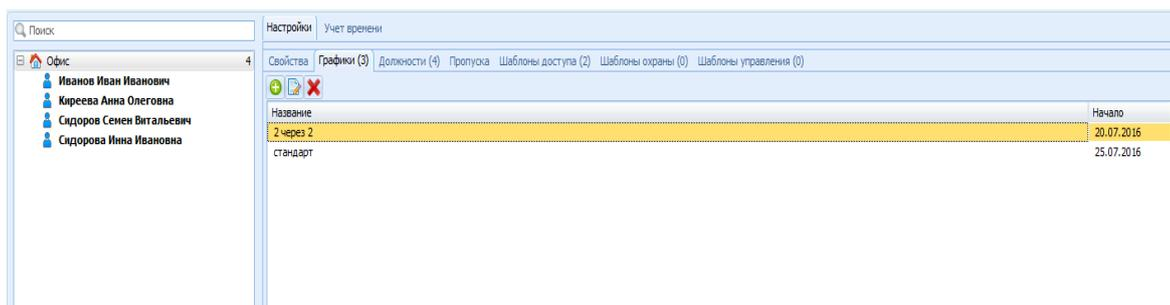

Рис. 30 Закладка Графики для выбранной организации
2. В поле с характеристиками выбранного объекта перейти на закладку **Графики** и нажать кнопку  панели меню или воспользоваться командой **Добавить** контекстного меню (Рис. 30),